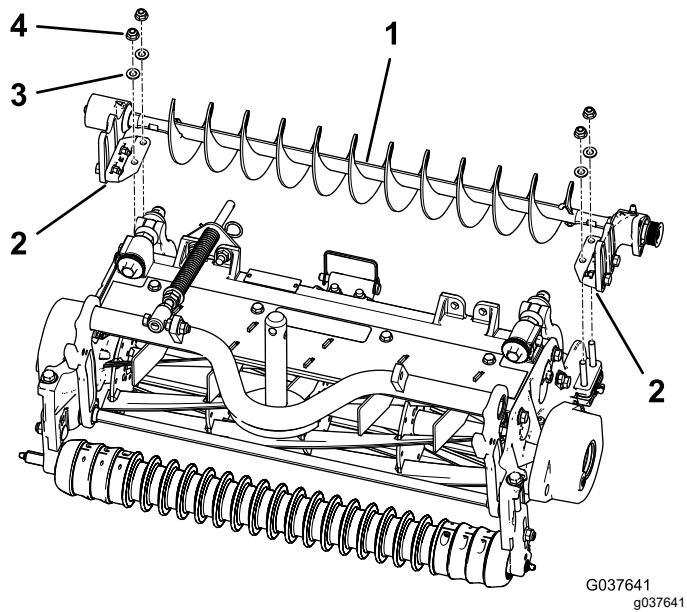

Bild 9
4. Setzen Sie die linke oder rechte Befestigungshalterung der Rollenbürste auf die Schrauben der Rollenhalterung (Bild 9).